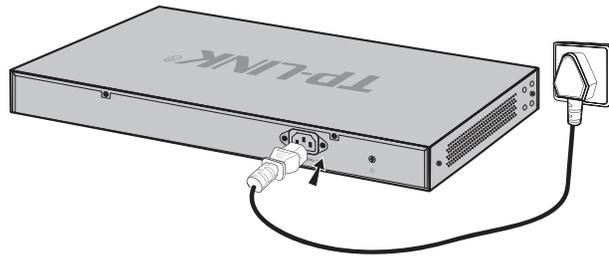

图3-3 SFP端口连接示意图
2. 交换机原装电源线连接交换机与电源插座，如图3-3所示。